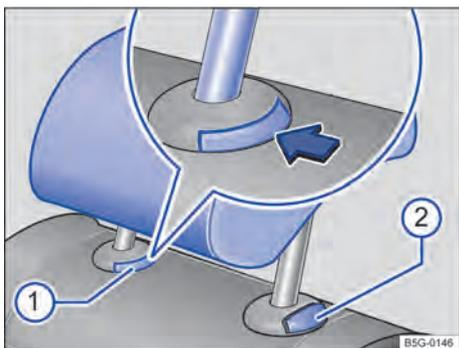
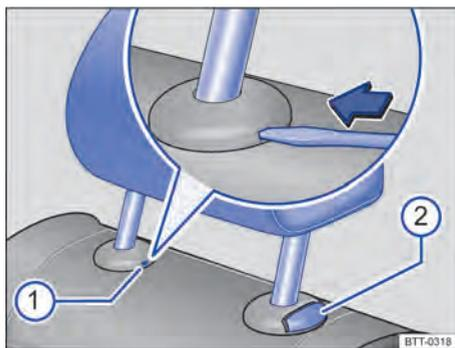

Fig. 48 Desinstalar o apoio para cabeça traseiro (variante A).
Fig. 49 Desinstalar o apoio para cabeça traseiro (variante B).
- Pressionar o botão ⇒ Fig. 48 ① na guia do apoio para cabeça.
- Ao mesmo tempo, pressionar o botão ②, enquanto outra pessoa retira totalmente o apoio para cabeça.
- Se necessário enfiar a haste da chave rebatida da chave do veículo ou a lâmina da chave de fenda das ferramentas de bordo na fenda da capa de cobertura ⇒ Fig. 49 ①.
- Empurrar o apoio para cabeça para baixo com o botão ⇒ Fig. 48 ② ou ⇒ Fig. 49 ② pressionado.